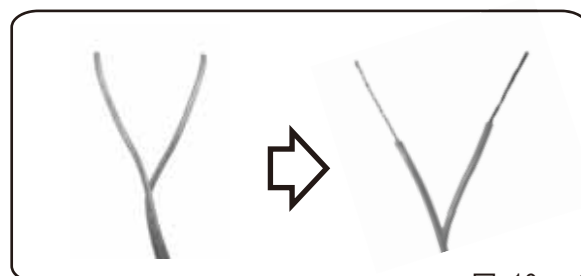

図 18
- 1 電源が切れている事を確認した上でセンサー1個を本機の端子に接続します。被覆のままの場合は、センサー線の先端から10mmほど剥き、被覆をはがしてください。(図18)